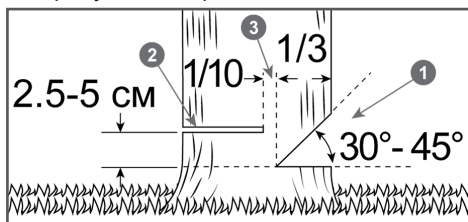

Рис. 16 Расположение запила, пропила и недопила
6. Начните пилить с той стороны дерева, куда оно должно упасть (Рис. 16). Сделайте запил 1 с той стороны, куда должно упасть дерево, глубиной примерно $\frac{1}{3}$ диаметра ствола и под углом от 30 до 45 градусов (Рис. 16). Линия стыка двух пропилов, образующих запил, называемая направляющей линией, должна располагаться как можно более горизонтально и под углом 90 градусов к направлению валки.
7. Сделайте основной валочный пропил 2 с противоположной стороны, выше основания запила на 2,5-5 см. Между основным пропилом и запилом должен оставаться недопил 3 примерно $\frac{1}{10}$ диаметра ствола. Вставьте своевременно клин в пропил. Недопил 3 действует как шарнир и позволяет контролировать падение дерева (Рис. 16).
Ни в коем случае не допиливать до конца недопил 3 (Рис. 16), так как вы не сможете контролировать направление падения дерева.